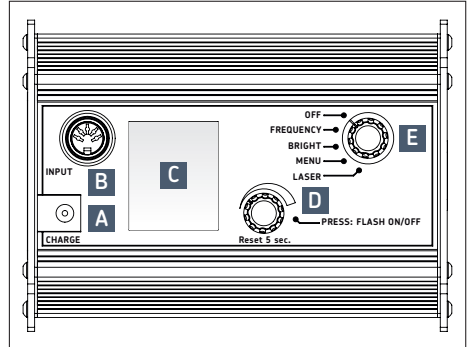

Fig.1 – Stroboscopio SKF TKRS 41
5.1 Prese (→ fig. 1)
1. Caricare il dispositivo: collegare il caricabatterie alla presa CHARGE (A) collocata nella parte posteriore del dispositivo (→ fig. 1).
2. Puntare il dispositivo su un elemento in movimento e accenderlo. Ruotare il selettore (E) verso sinistra su "FREQUENCY".